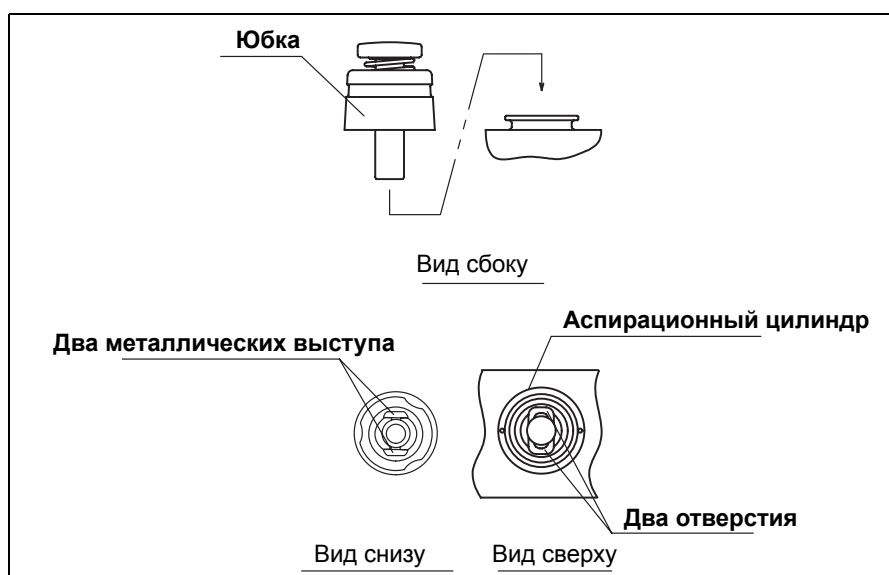

Рисунок 3.9.
2. Прикрепите клапан для аспирации к аспирационному цилиндру эндоскопа (см. Рис. 3.9. и 3.10.). Убедитесь в том, что клапан установлен правильно и его юбка не топорщится.